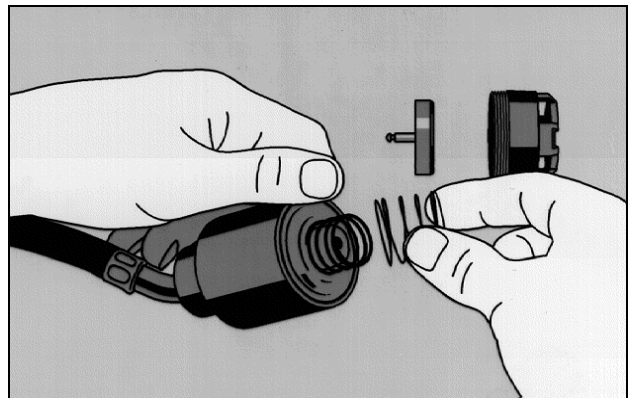

Bild 8
- Anzeigefeder in die Haltenocken des Schalterunterteils einrasten (Bild 8),